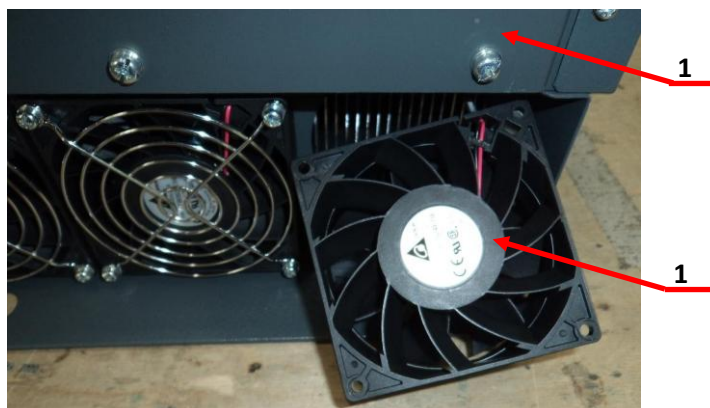

Рис.7.24
7.7.1. Разместить вентилятор рядом с установочным местом в корпусе преобразователя частоты (рисунок 7.24).